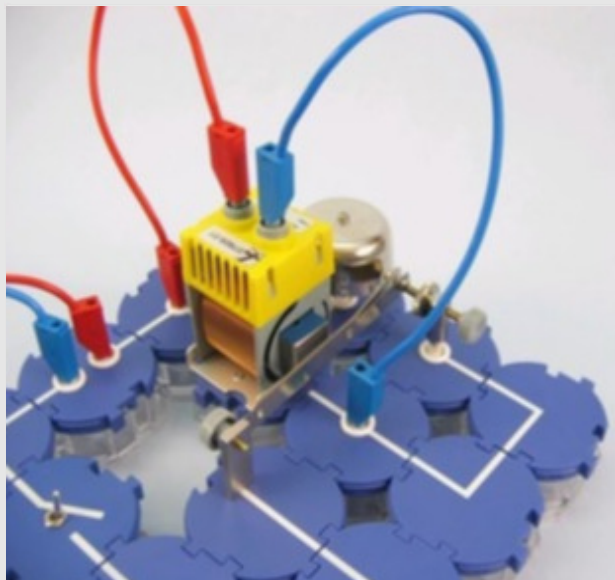

Fig. 3
- Place la bobine sur le support de bobine, insère le noyau de fer (culasse), puis relie la bobine par des fils aux composants (angulaires avec douille ou droits avec douille) à côté de la bobine, comme sur la figure 3.